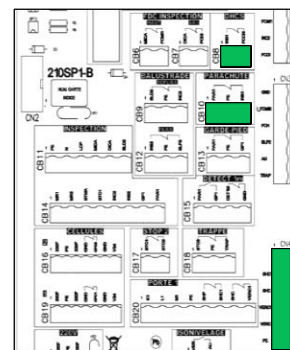

Figure 3
- \_ Carte 210SP, toit de cabine, déconnecter CB8, CB10 et CN4, cf. fig. 3